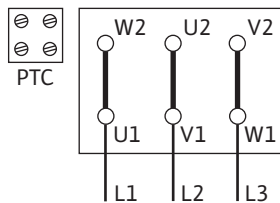
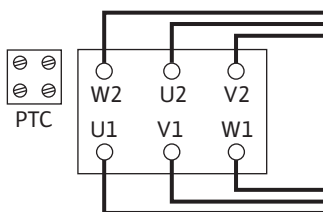

Fig. 5: Y-Δ-εκκίνηση
Fig. 6: Σύνδεση Δ
- Η ηλεκτρική σύνδεση εξαρτάται από την ισχύ του κινητήρα P2, την τάση του ηλεκτρικού δικτύου και τον τρόπο ενεργοποίησης. Για την απαιτούμενη σύνδεση των συνδετικών γεφυρών στο κουτί ακροδεκτών ανατρέξτε στον ακόλουθο πίνακα και στα Fig. 5 και Fig. 6.
Y-Δ-εκκίνηση (Στάνταρ)	Αφαιρέστε τις συνδετικές γέφυρες (Fig. 5).
Εκκίνηση με ομαλή εκκίνηση	Σύνδεση Δ (Fig. 6)